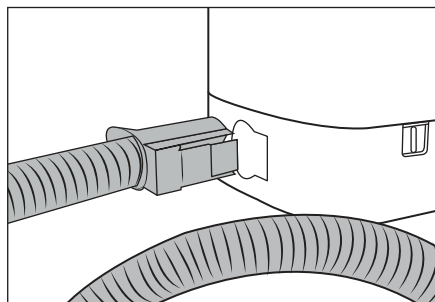

Bild 2
- ♦ Stick in spray-/sugslangen **19** i produktens spray-/sugslanganslutning **17** så att upplåsningssnappen **21** klickar fast (se bild 2).